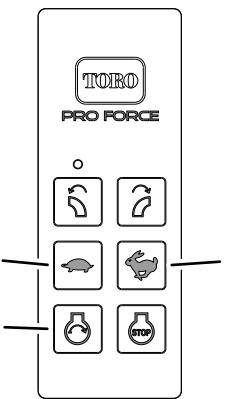

Figura 19
- Mantenha premido o botão ARRANQUE DO MOTOR (Figura 19) no comando remoto até o motor arrancar.
- Ajuste a velocidade do motor utilizando o comando remoto, pressionando o botão AUMENTAR VELOCIDADE DO MOTOR ou DIMINUIR VELOCIDADE DO MOTOR (Figura 19).